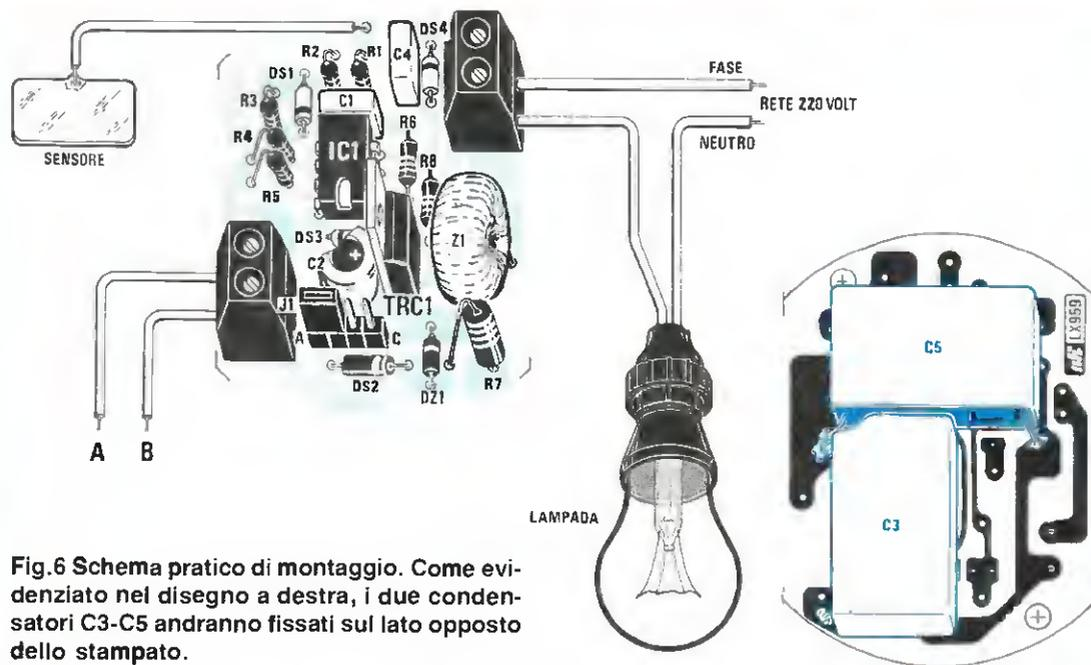

Fig. 6 Schema pratico di montaggio. Come evidenziato nel disegno a destra, i due condensatori C3-C5 andranno fissati sul lato opposto dello stampato.
Una volta in possesso dello stampato, potrete iniziare il montaggio di tutti i componenti disponendoli come visibile in fig. 6.
Nello schema pratico visibile in fig. 6 abbiamo
In primo luogo applicate sulla morsettiere posta in alto (vedi fig. 6), una normale lampada a filamento, non importa di quale wattaggio.
**Fig.13** Se notate che la luce lampeggia, che premendo con un dito il sensore non aumenta e non si riduce la luminosità, che non si riesce a spegnere la lampada, il difetto non risiede nel circuito, ma nell'impianto elettrico. Se il filo che proviene dalla lampada, come in questo disegno, è quello di Fase, il circuito non potrà funzionare anche se invertirete sulla morsettiera i due fili. Il filo di Fase deve giungere direttamente sulla morsettiera, mentre la lampada deve necessariamente risultare collegata al filo Neutro come visibile in fig.6.
I due fili che vanno all'interruttore, li dovrete collegare alla morsettiera d'ingresso, come vedesi in fig. 6.